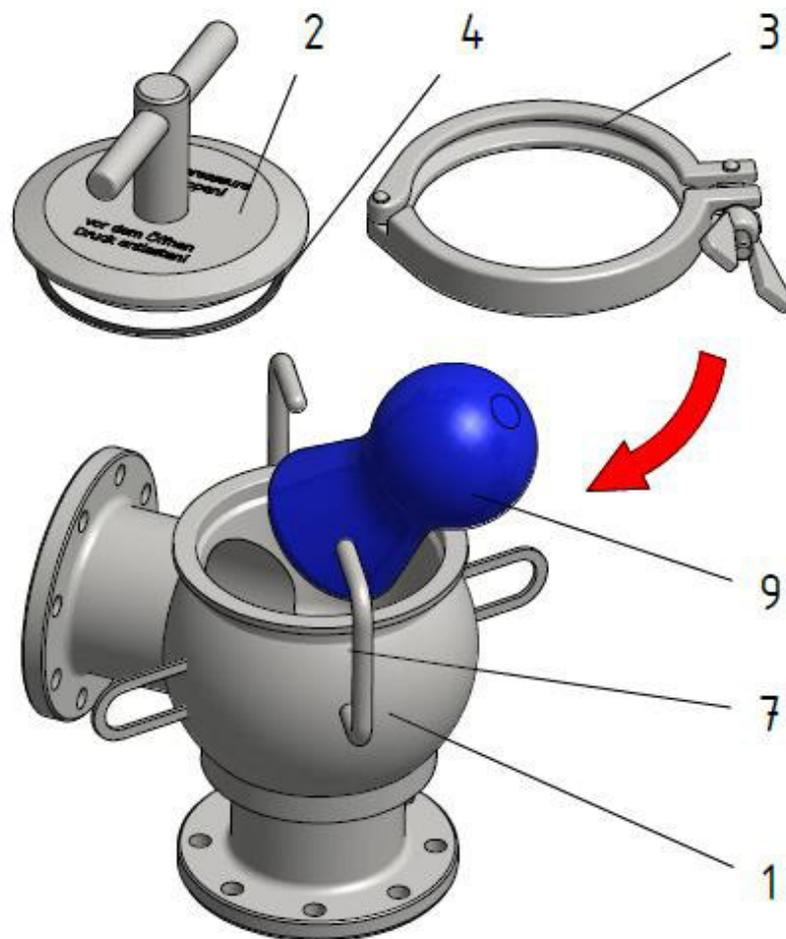

Abb. 7-1: Molch einlegen
- Lösen und Entfernen Sie die Verschlussklammer (Abb. 7-1, Pos.3).
- Entfernen Sie den Deckel (Abb. 7-1, Pos 2) vom Gehäuse (Abb. 7-1, Pos. 1)
- Führen Sie den Molch (Abb. 7-1, Pos. 9) durch die Sicherungsbügel (Abb. 7-1, Pos. 7) bis in die Rohrleitung und bis an den Anschlag am unteren Ende des Gehäuses (Abb. 7-1, Pos. 1) ein
- Reinigen Sie den Einbauraum am Gehäuse (Abb. 7-1, Pos. 1) und führen Sie eine Kontrolle auf eventuelle Beschädigungen durch
- Reinigen und kontrollieren Sie den O-Ring (Abb. 7-1, Pos. 4) auf Beschädigungen und fetten Sie die Dichtung mit zugelassenem Fett (Unsilikon 641, z. B. Firma Klüber) ein
- Verschließen Sie das Gehäuse (Abb. 7-1, Pos. 1) mit dem Deckel (Abb. 7-1, Pos. 2)
- Sichern Sie den Deckel (Abb. 7-1, Pos. 2) mit der Verschlussklammer (Abb. 7-1, Pos 3) durch festes Verschrauben